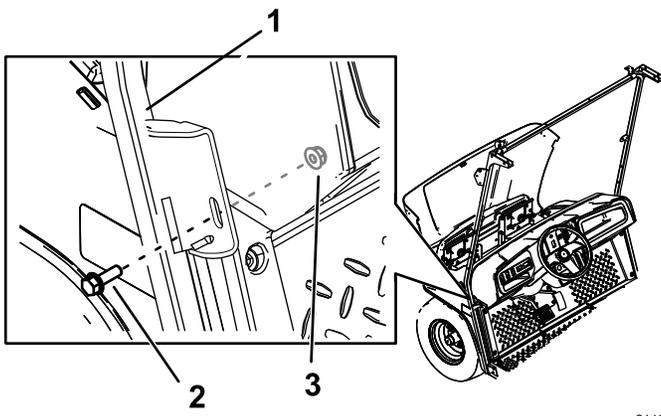

Figure 25
3. Fixez la patte centrale des supports gauche et droit du pare-brise à la machine en insérant 2 boulons à embase hexagonale (5/16" x 1") et 2 écrous (5/16") dans les trous que vous avez percés (Figure 25).